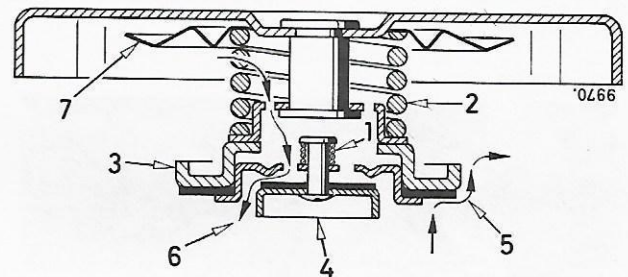

Fig. 58
Le bouchon sert de soupape de pression. Lorsque la pression dépasse la limite supérieure, la soupape de suppression (3, fig. 58) sort de son siège, ce qui permet à l'excès de vapeur de s'échapper (5).